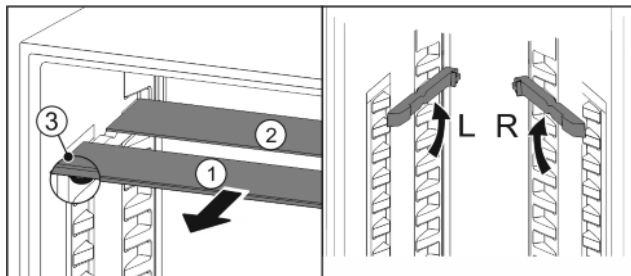

Fig. 20
- ▶ Издърпайте Fig. 20 (1) поотделно стъклените плочи напред.
- ▷ Стъклената плоча Fig. 20 (1) с ограничителя на изтеглянето е отпред.
- ▷ Ограничителите сочат надолу Fig. 20 (3).